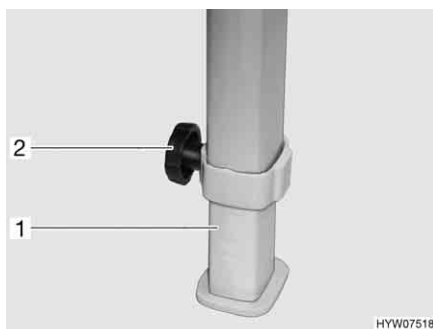

Fig. 29 Regolazione altezza tavolo sospeso
- Svitare la vite a testa cilindrica zigrinata (Fig. 29,2).
- Sollevare o abbassare il piano del tavolo in avanti, fino a che il piano del tavolo non è in posizione orizzontale. Contemporaneamente il prolungamento del piede del tavolo (Fig. 29,1) scorre verso l'esterno o l'interno.